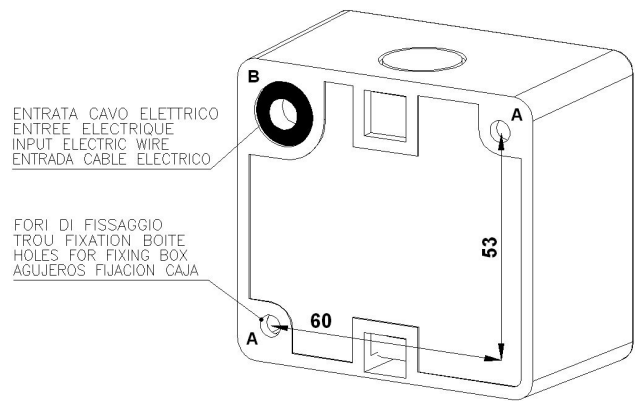

Fig.2
- Eseguire i due fori di fissaggio "A" per avvitare il blindino alla parete (fig.2);
- Predisporre l'uscita del cavo elettrico dal muro, rispettando gli spazi predisposti sul corpo del selettore (fig. 2).
- Réaliser les deux perforations de fixation « A » pour visser le boîtier au mur (fig.2) ;
- Disposer la sortie du câble électrique du mur en respectant les espaces prévus à cet effet sur le corps du sélecteur (fig. 2).
- Drill two "A" holes to fix the casing to the wall (fig. 2);
- Predispose the output of the electrical wire from the wall, respecting the preset spaces on the switch box (fig. 2).
- Realizar los dos agujeros de fijación para atornillar la caja en la pared (fig. 2).
- Preparar la salida de los cables eléctricos de la pared, respetando los espacios previstos en el cuerpo del selector (fig. 2).